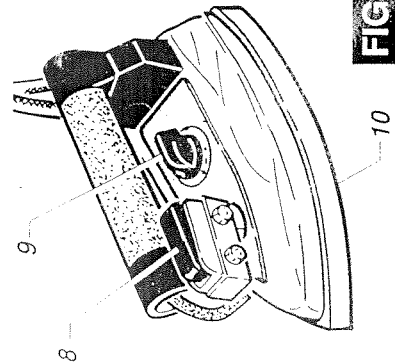

FIG. 4
- Contrôler régulièrement le voyant lumineux rouge  (7) indiquant le manque d'eau. Stopper votre générateur en cas de manque d'eau.
- Lors du branchement du flexible assurez-vous que l'interrupteur (8) n'est pas en position de marche cela afin d'éviter une sortie de vapeur inattendue.
- Ne pas forcer les poils de la brosse (fig. 4) car la vapeur seule nettoie, pas la peine de frotter.